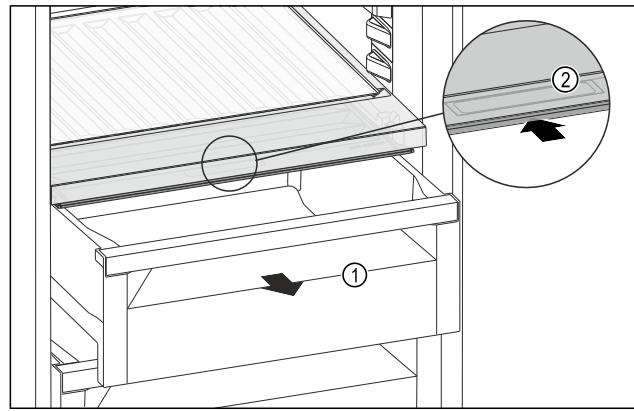

Fig. 110
- ▶ Retirer le tiroir Fig. 110 (1).
- ▶ Saisir la poignée encastrée Fig. 110 (2) du couvercle du compartiment et pousser le couvercle du compartiment vers l'arrière.